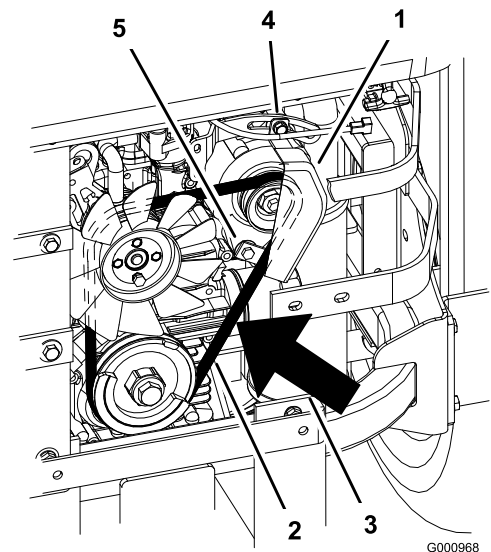

Bild 68
7. Lösen Sie die untere Schraube und nehmen Sie die obere Schraube ab, mit denen die Lichtmaschine und die Abdeckung befestigt sind (Bild 68).
9. Montieren Sie einen neuen Riemen um die Spannscheiben und die Lichtmaschine (Bild 68).
14. Ziehen Sie die untere Schraube fest und setzen Sie die obere Schraube ein, mit denen die Lichtmaschine und die Abdeckung befestigt sind (Bild 68).
2. Stellen Sie die Lichtmaschine nach außen ein, sodass der Riemen zwischen den Motor- und Lichtmaschinenspannscheiben 7 bis 9 mm durchhängt, und Sie eine Kraft von 10 kgf aufbringen (Bild 68).
5. Wenn die Spannung richtig ist, ziehen Sie die untere und obere Schraube fest (Bild 68).